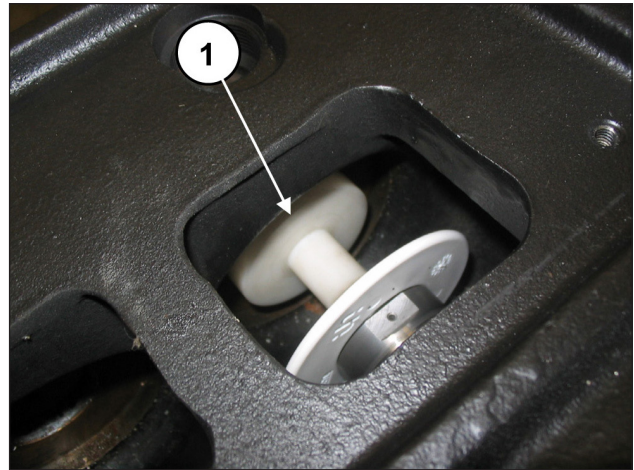

Abb. 113
Setzen Sie den Dorn Art. 27516600 zwischen Kolbenführung und Kolben ein (Pos. ①, Abb. 113).